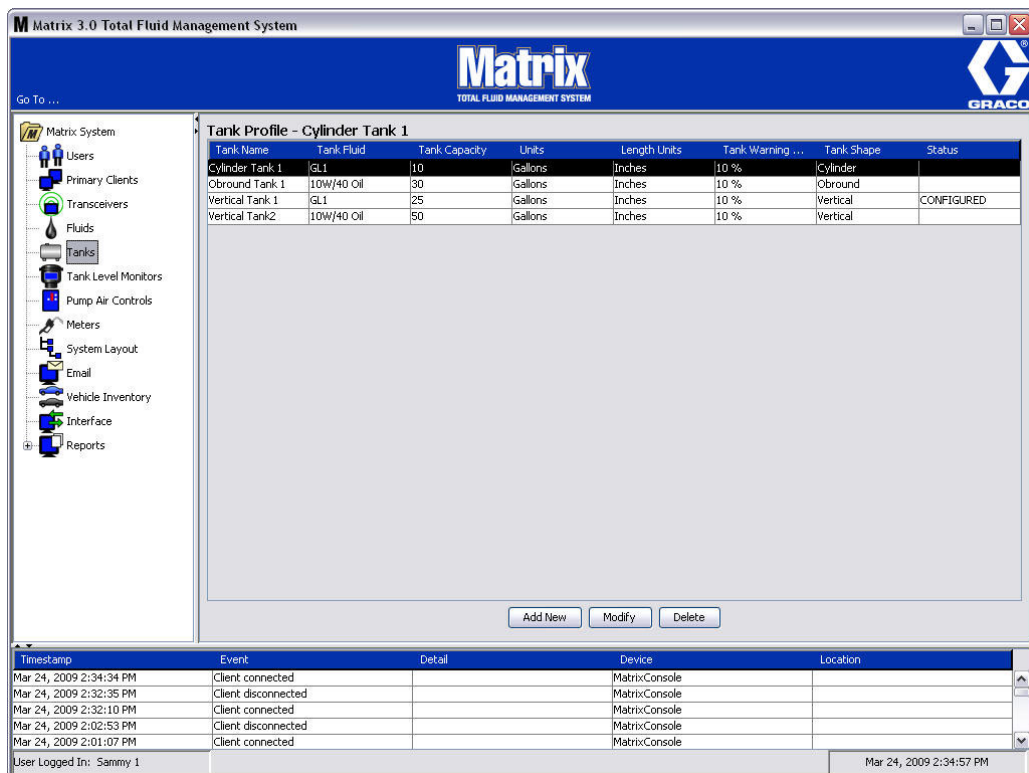

Рис. 100
Отобразится следующий экран: Рис. 100. Он используется для добавления, изменения или удаления профиля цистерны системы Matrix. Цистерна – это геометрическая форма, которая хранит жидкость, выдаваемую расходомером Matrix. Нужно заполнить профиль жидкости (77) до того как в системе можно создать профиль цистерн(ы).